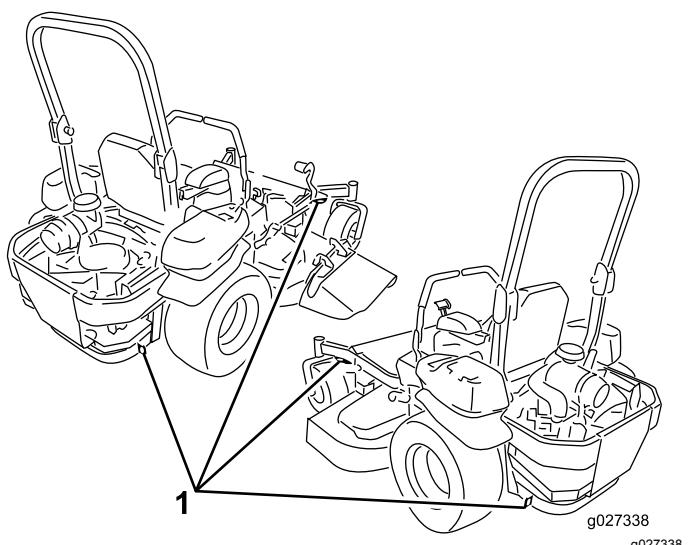

Figure 36
5. Servez-vous des points d'attache de la machine pour l'arrimer solidement sur la remorque ou le véhicule de transport au moyen de sangles, chaînes, câbles ou cordes (Figure 36).